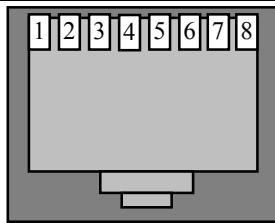

Рис.21 Нумерация контактов на розетке под вилку RJ-45 для стыков E1 и Ethernet.
6.2.3. Монтаж цепей E1 и Ethernet выполняется многожильным экранированным четырехпарным кабелем типа FTP категории 5 или другим аналогичным. На кабель монтируется специальными клещами вилка RJ-45. Нумерация контактов розетки на рис.21.